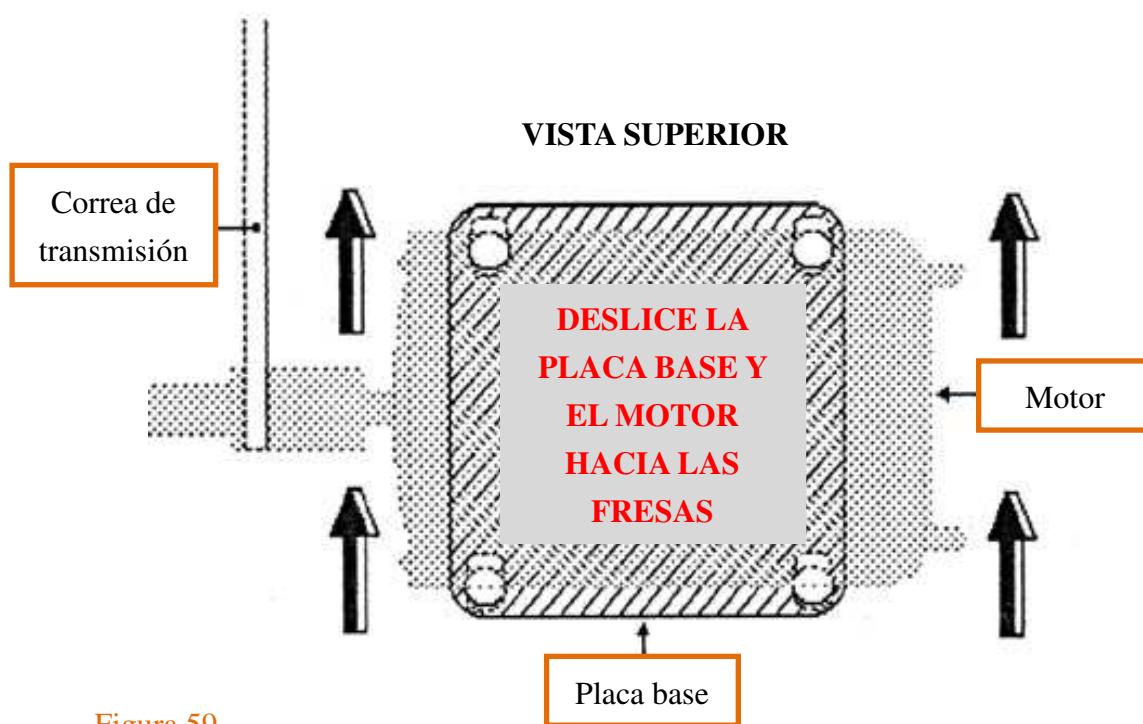

Figura 59
- 3) Deslice la placa base y el motor hacia las fresas (ver figura 59). Esto reducirá la tensión de la correa de transmisión, permitiéndole quitarla.